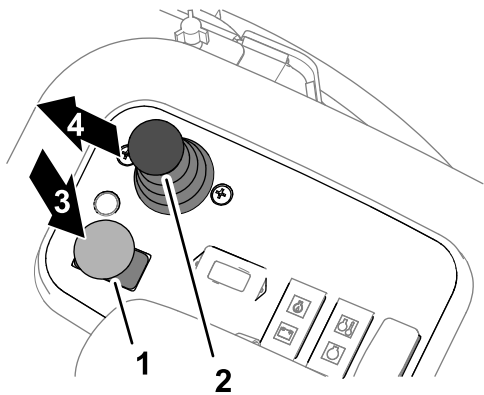

Figura 49
- 3. Premete l'interruttore di azionamento degli apparati di taglio in posizione di DISINNESTO (Figura 49).
- 5. Spostate la leva di comando Abbassa-Tosa/Alza in avanti (Figura 49).